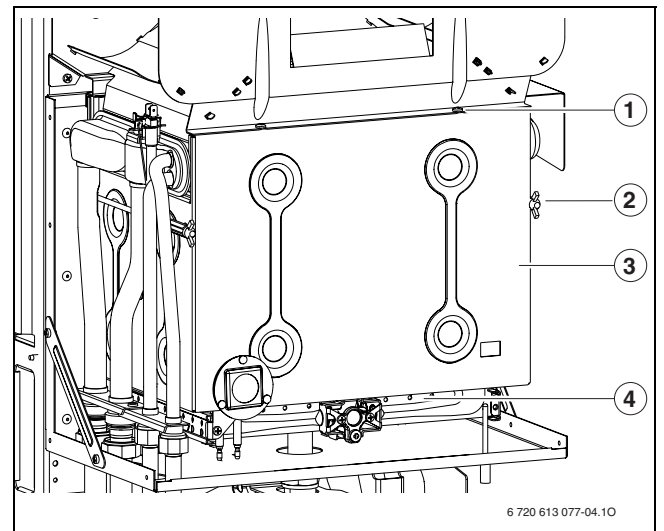

Рис. 42 Відкритий пальник
- ▶ Зняти передню стінку камери згоряння та пальник (→ рис. 42).